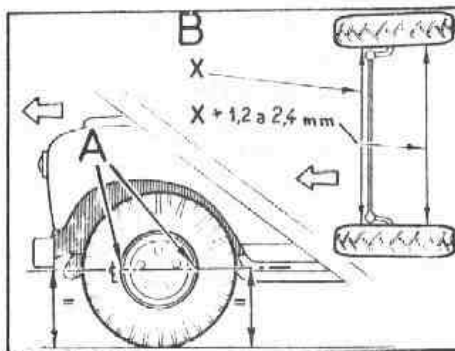

Fig. G-7 Convergencia de las ruedas - delanteras
- 1.2. Medir la convergencia (Fig. G-7) con un equipo adecuado, debiendo quedar comprendida entre 1,2 y 2,4 mm.